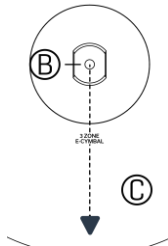

Figura 2
- 1 Desenrosque la tuerca inferior (D) del embrague del Hi-Hat (A).
- 2 Fije el bloqueo de giro (B) al eje de la parte superior del embrague (A).
- 3 Guíe el embrague y el bloqueo de giro a través del orificio central del plato superior (C).
- 4 Oriente el bloqueo de giro (B) dentro del molde del plato como se muestra en la Figura 2.
- 5 Vuelva a enroscar la tuerca inferior (D) en el eje del embrague (A) y enganche el tope del embrague (E) en la tuerca inferior (D).
- 6 Sujeta ligeramente el plato fijando la tuerca superior (A).